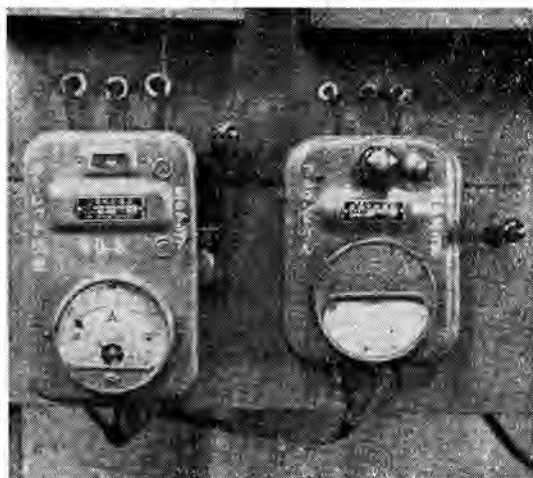

図3 スイッチにはヒューズ容量を表示し、ヒューズは常に表示と同じ容量のものを挿入して置かなければならない。
**標示および塗装** 開閉器には挿入するヒューズの容量を検討し、責任者名とともに図3のようにヒューズの容量を標示しておき、責任の所在を明確にしなければいけない。また開閉器操作用押釦スイッチの表面や開閉器函の蓋の裏側は警戒色（橙系統）で塗装し、操作者の注意を喚起することが望ましい。